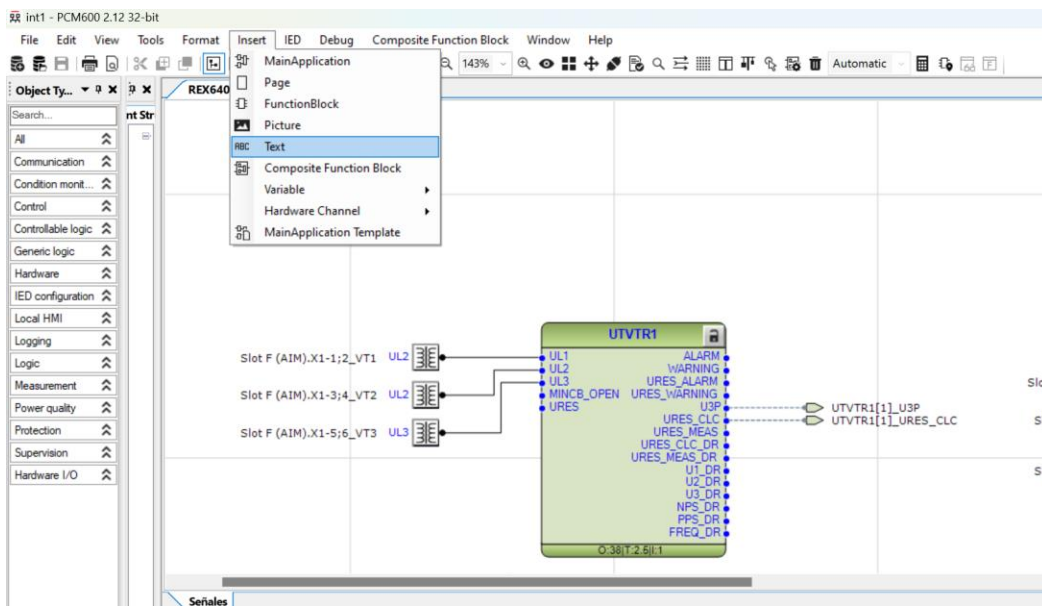

Imagen 67_Inserción de texto en la ventana de aplicaciones.
2.1.24 Ahora bien, para poder tener un mejor orden en lo seleccionado podre añadir letreiros donde hagamos anotaciones necesarias, en nuestro caso será nombres a los bloques, esto se realiza desde la parte superior izquierda seleccionando “Insert - Text”, como observamos en la **Imagen 67**.